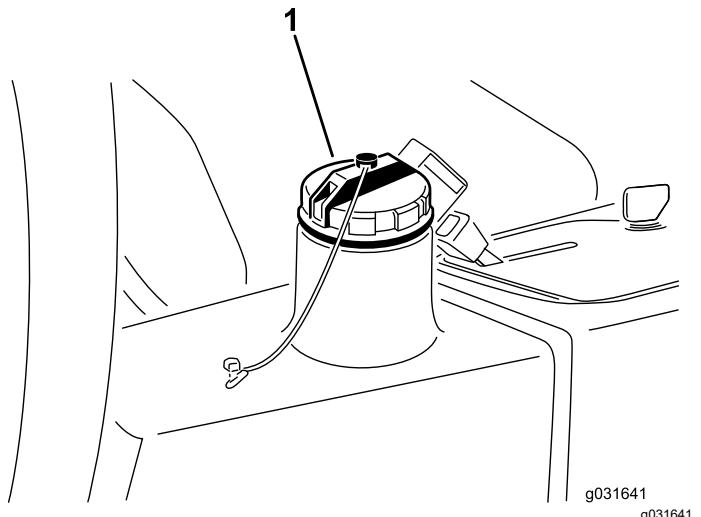

Bild 67
4. Füllen Sie den Behälter (Bild 67) mit ca. 13.2 Liter Hydrauliköl, siehe Prüfen der Hydraulikanlage \(Seite 60\).